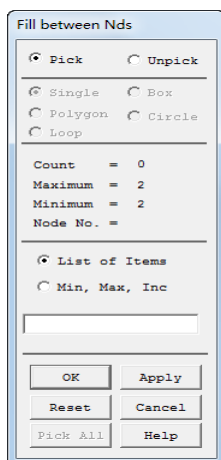
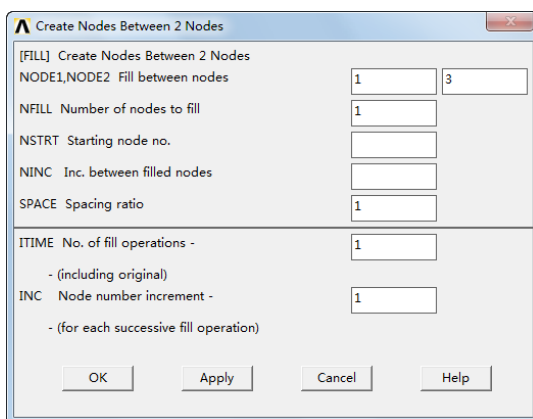

图 14-20 “Fill between Nds”拾取菜单
图 14-21 在两节点之间创建节点对话框
⑩插入新节点: Main Menu > Preprocessor > Modeling > Create > Nodes > Fill between Nds, 弹出如图 14-20 所示“Fill between Nds”拾取菜单, 用鼠标在屏幕上单击拾取编号为 1 和 3 的两个节点, 单击“OK”按钮, 弹出“Create Nodes Between 2 Nodes”对话框。单击“OK”按钮接受默认设置, 如图 14-21 所示。